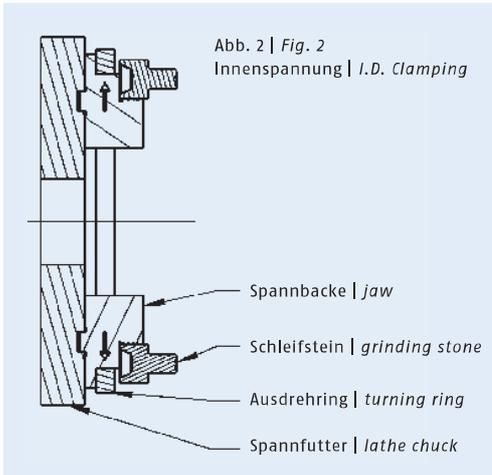

Abb. 2 | Fig. 2
Das Ausschleifen erfolgt unter Spanndruck. Beim Schleifen von Spannflächen für Innenspannung muss über die Stufen der Backen ein entsprechend dimensionierter Ring geschoben und mit gleicher Kraft wie bei der eigentlichen Arbeit gespannt werden (Abb. 2).
*The grinding takes place under clamping pressure. When grinding clamping surfaces for I.D. clamping, a suitably dimensioned ring must be pushed over the steps of the jaws and clamping must be carried out with the same force as during the actual work (Fig. 2).*